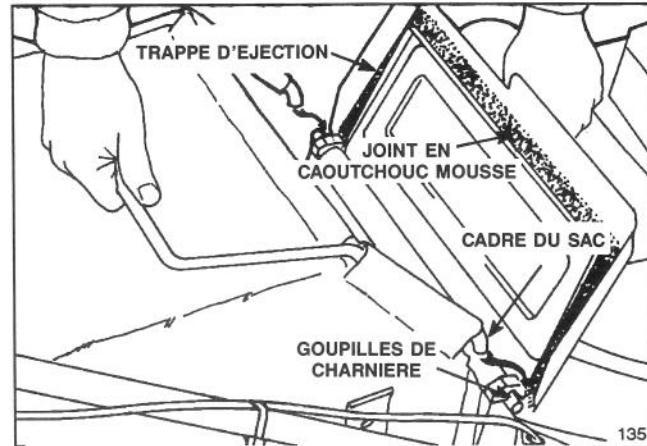

Figure 14
2. INSTALLATION DU SAC—Soulevez la trappe d'éjection et accrochez le cadre du sac aux goupilles de charnière (figure 14). Laissez le sac reposer sur le carter de la tondeuse par-dessus l'orifice d'éjection. Abaissez la trappe et vérifiez qu'elle se ferme bien sur le pourtour du haut de l'ouverture du sac.